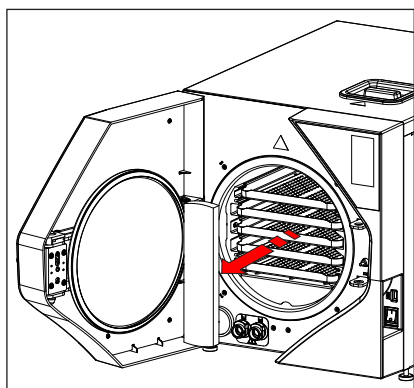

fig.9
- Ta bort plastskyddet från kammarens insida (fig. 9);